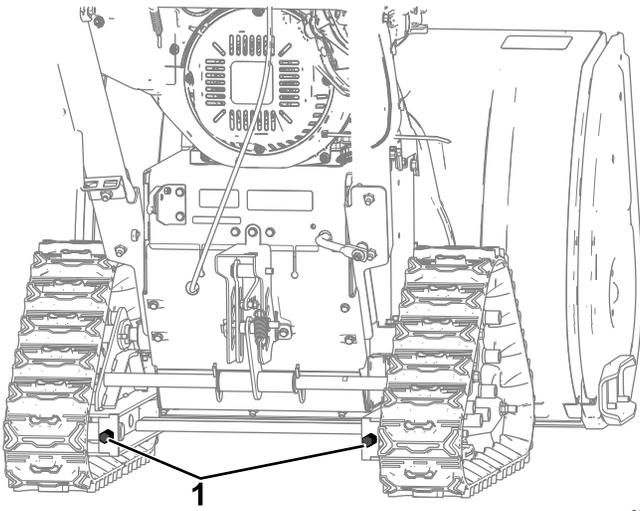

Bild 27
- Stellen Sie die Sechskantschraube nach Bedarf ein (Bild 27).